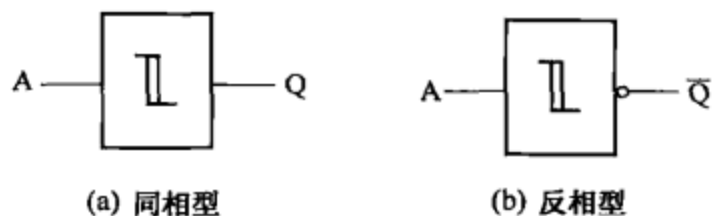
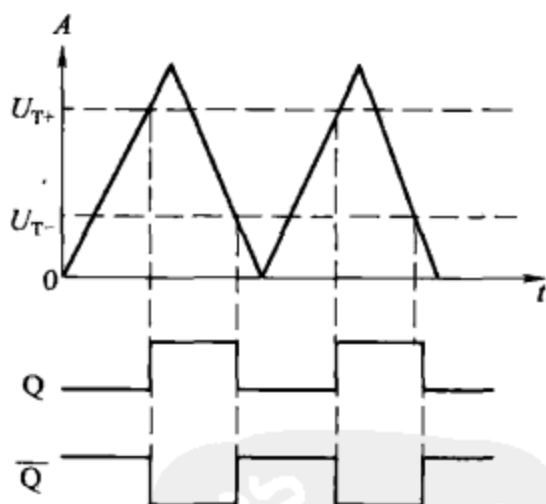

图 8-23
图 8-24
(1) 施密特触发器电路符号如图 8-23 所示，其中图 8-23 (a) 所示为同相输出型施密特触发器，图 8-23 (b) 所示为反相输出型施密特触发器。施密特触发器具有一个输入端 A，一个输出端 Q 或 \overline{Q} 。施密特触发器具有滞后电压特性，即当输入电压上升到正向阈值电压 U_{T+} 时，触发器翻转；当输入电压下降到负向阈值电压 U_{T-} 时，触发器再次翻转。滞后电压 $\Delta U_T = U_{T+} - U_{T-}$ 。图 8-24 所示为施密特触发器波形图。